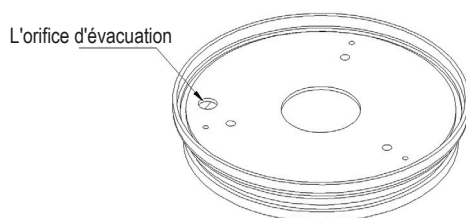

Figure 4
- 2:** Ne branchez pas le trou de vidange. (Figure 4)